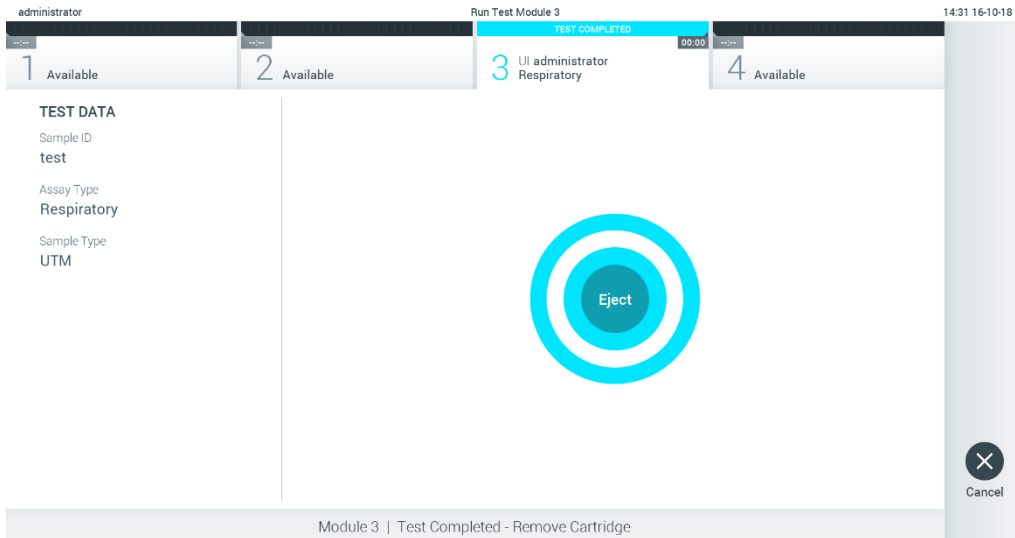

Рис. 29. Відображення екрана Eject (Вийняти)..
10. Після завершення тесту з'явиться екран **Eject** (Виймання) (рис. 29). Натисніть  **Eject** (Вийняти) на сенсорному екрані, щоб вийняти картридж для аналізу КВІАстат-ДКс (QIAstat-Dx) і утилізувати його як біологічно небезпечні відходи згідно з усіма національними, державними та місцевими нормами й законами щодо техніки безпеки й охорони здоров'я.